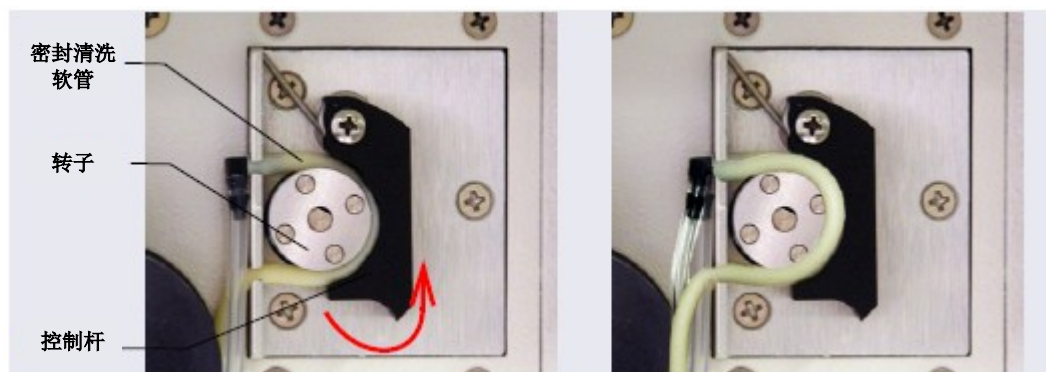

图 7-1. 密封圈清洗系统蠕动泵
- 分离密封清洗管路 with 蠕动泵：向上并向右拨动控制杆，移除密封清洗软管，然后松开控制杆（见图 7-1）。
- 分离密封清洗软管与蠕动泵：向右拨动控制杆，移除密封清洗软管，然后松开控制杆（见图 7-1）。